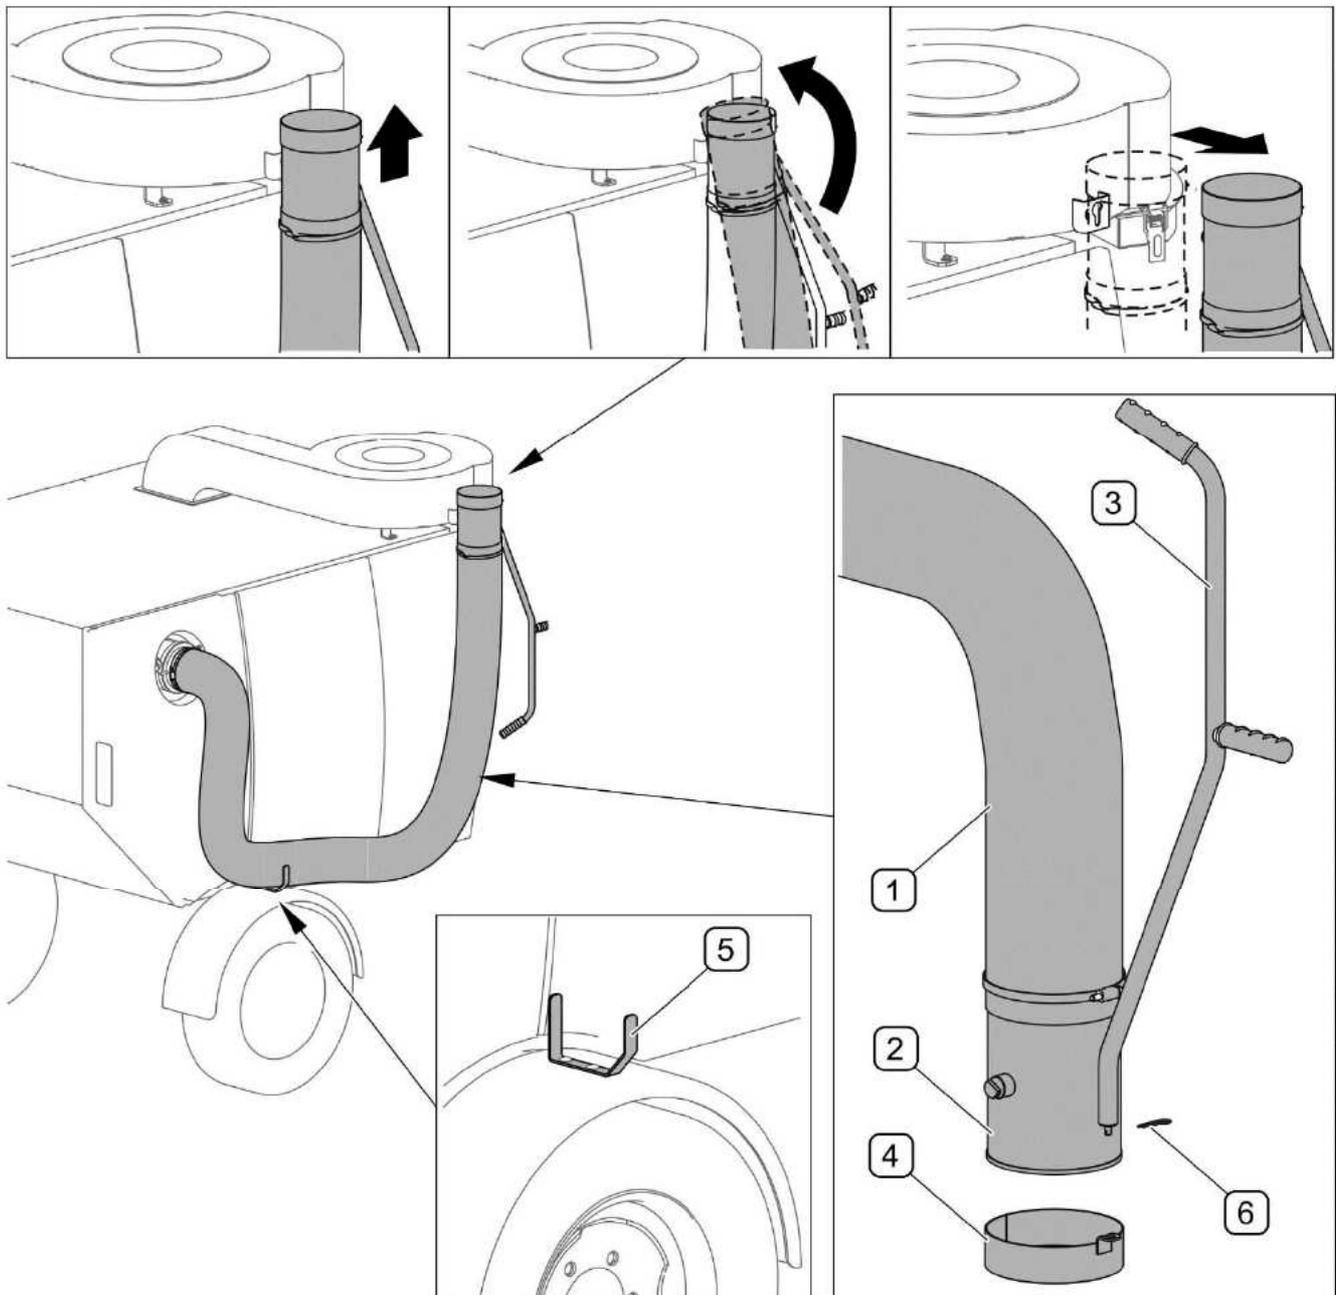

ABB. 4.20 Laubsammler
(1) - Saugrohr; (2) - Ansaugdüse; (3) - Griff; (4) - Abdeckung; (5) - Halterung;
Der Laubsammler (ABB. 4.20) besteht aus einem Saugrohr (1), einer Saugdüse (2) mit Griff (3), einer durch einen Splint (6) gesicherten Abdeckung (4). Die Ansaugdüse (2) wird an der rechten Seite am Gehäuse des Staubabscheiders, dem sog. Zyklon befestigt. Die am rechten Kotflügel montierte Halterung (5) dient zum Halten des Saugrohrs (1).